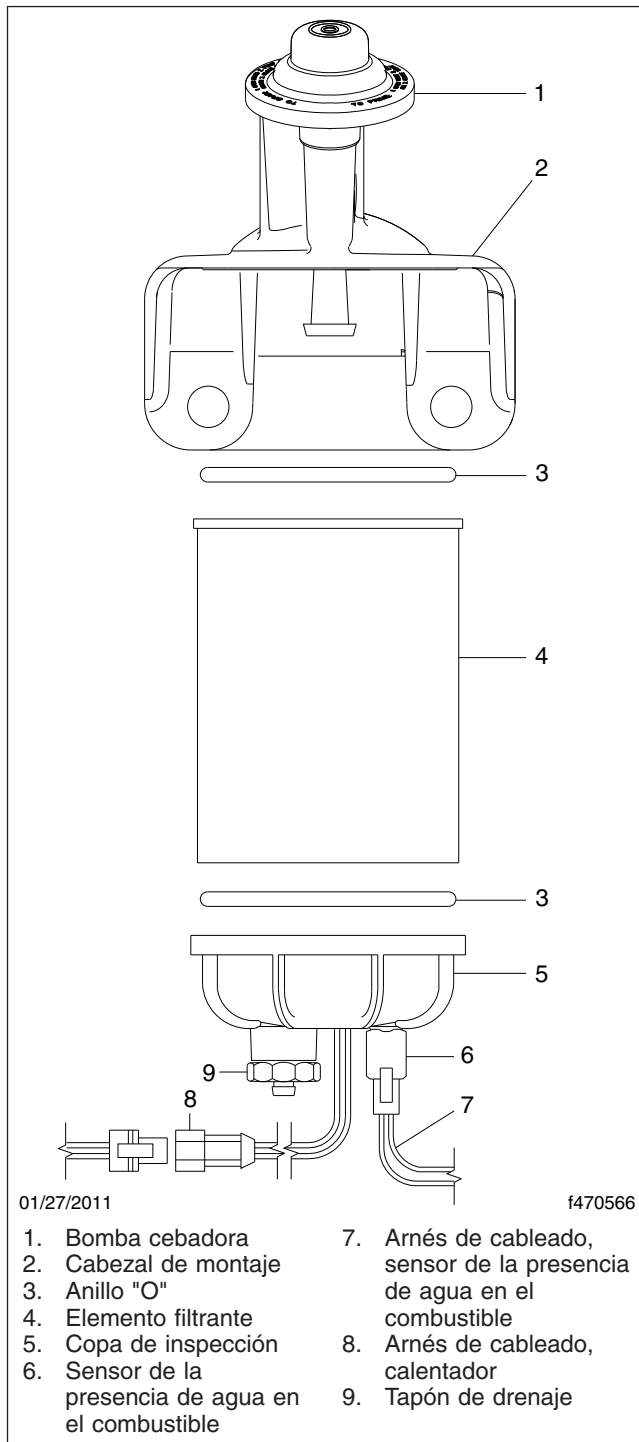

Figura 1, Ensamblaje del separador de combustible y agua Alliance
5. Desconecte los arneses del cableado del sensor de presencia de agua en combustible y el calentador si este es parte del equipamiento. Vea la Figura 1.